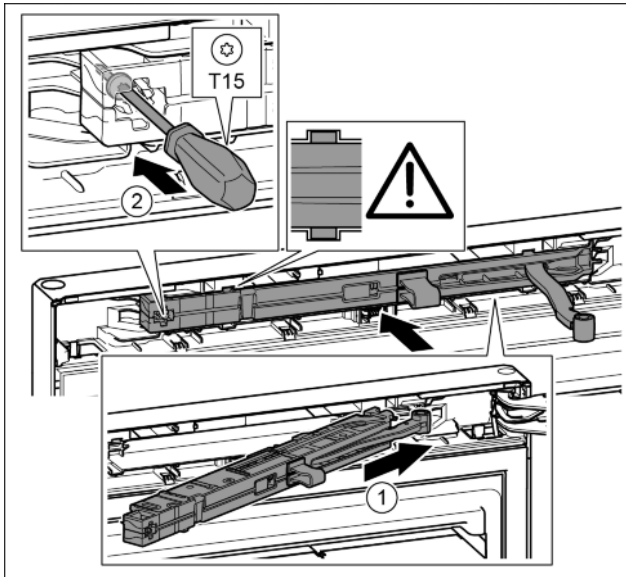

Fig. 37
- ▶ Вставить узел амортизатора со стороны опорного кронштейна в выемку до упора под наклоном. Fig. 37 (1)
- ▶ Затянуть винт отверткой T15. Fig. 37 (2)